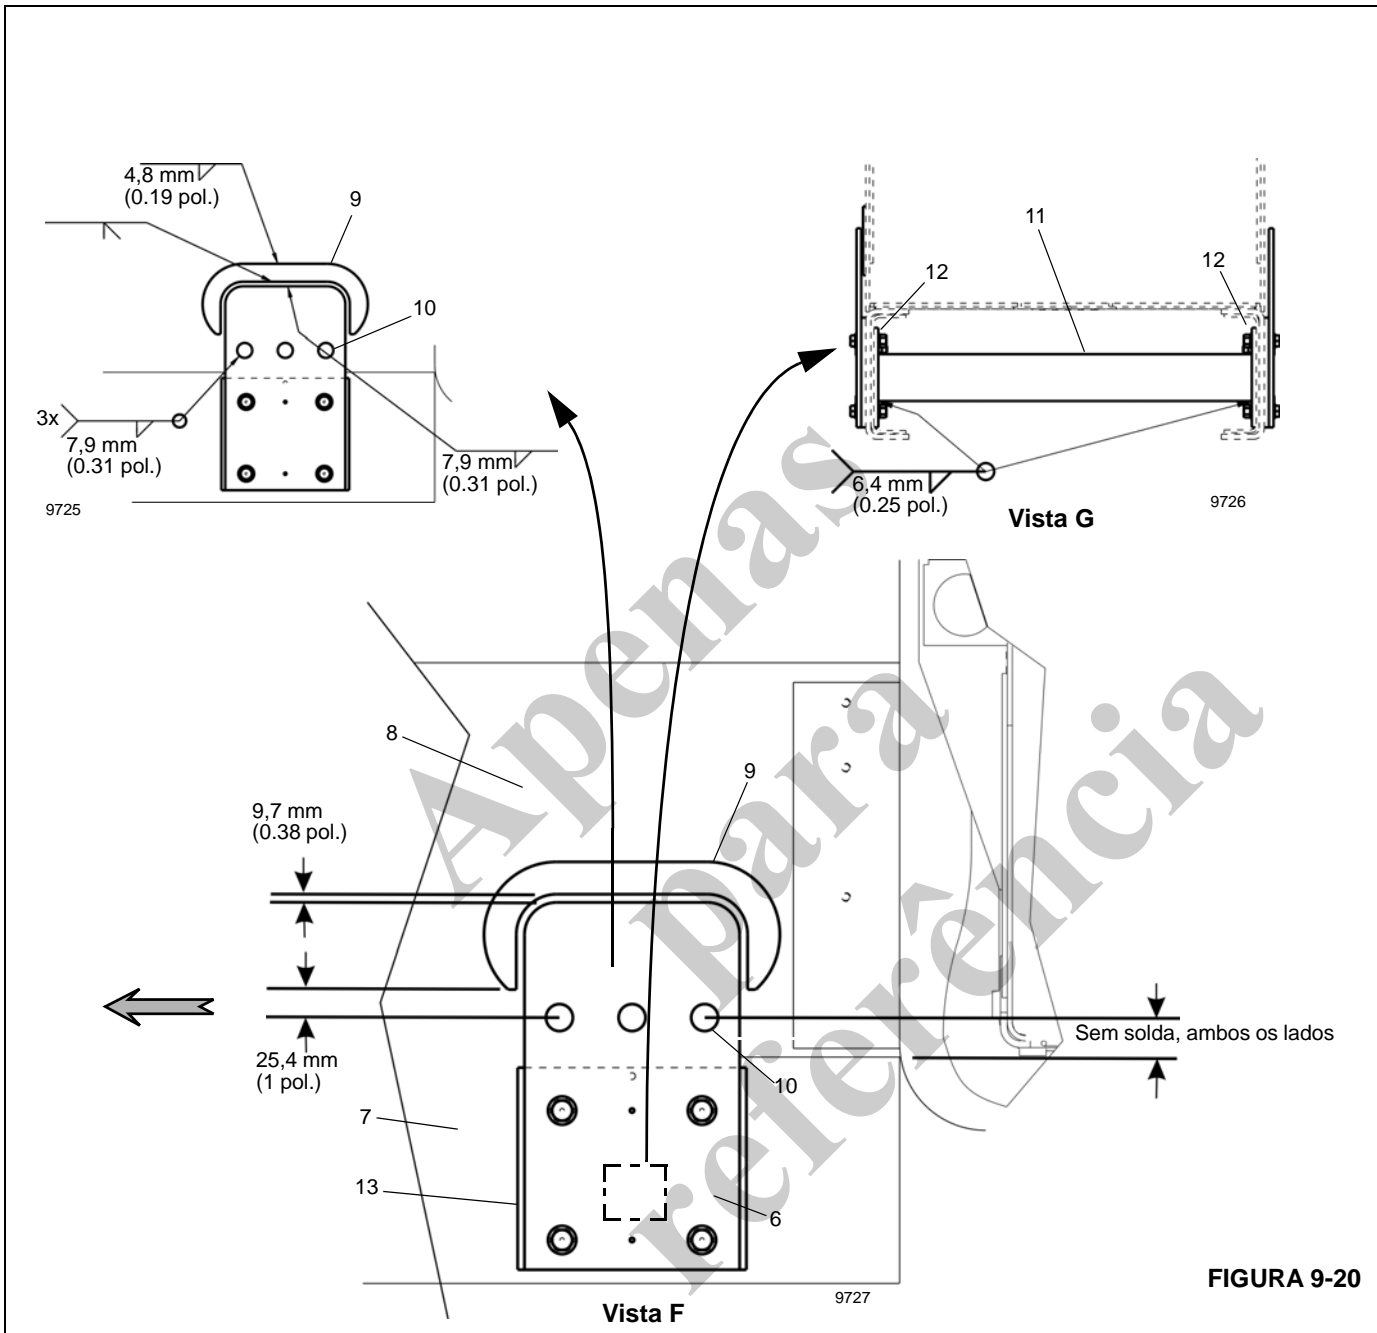

FIGURA 9-20
Consulte a Figura 9-20 para as etapas a seguir.
7. Posicione e solde a placa de suporte traseira (7, Vista F) e a placa do colar (9, Vista F) na estrutura da caixa-T (8). Consulte a Figura 9-20 para ver as dimensões do localizador e requisitos de solda.
8. Corte a barra transversal (11, Vista G) para instalar dentro da estrutura do caminhão e assegure-se de incluir a largura das duas placas de extremidade (12).